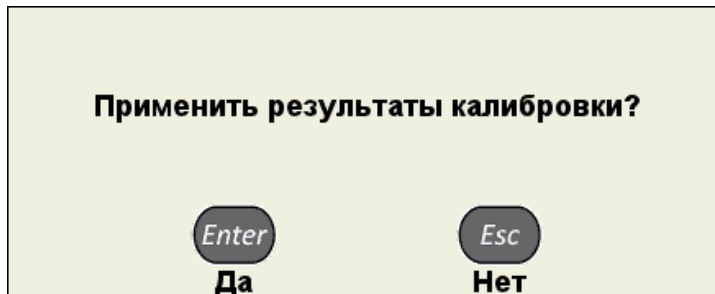

Рисунок 16
- нажать клавишу . Откроется подтверждающее окно (рисунок 16);